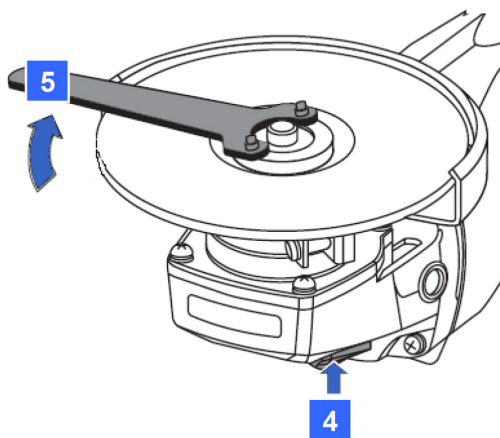

Рис. 11
4. Зафиксируйте шпиндель нажав на кнопку блокировки шпинделя и затяните гайку с помощью ключа (рис. 11).